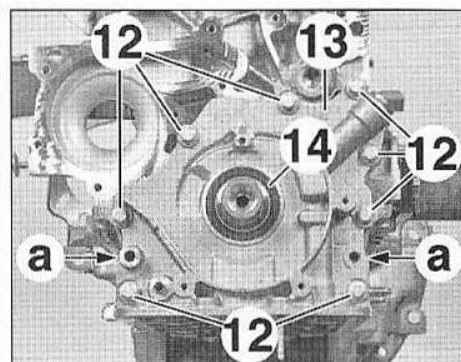

FIG.15
- Déposer les vis (12) (Fig.15).
- Décoller la pompe à huile (13) à l'aide d'un tournevis en (a).
- Déposer la pompe à huile (13) et la bague d'étanchéité (14).